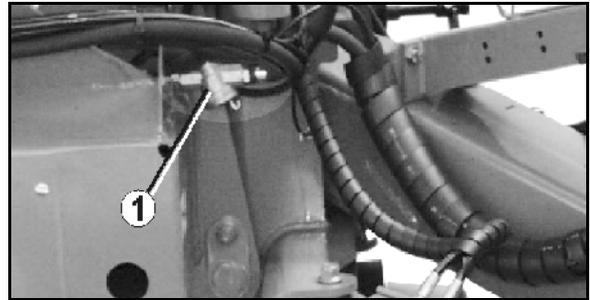

Fig. 91
1. Apretar la pieza de cierre (Fig. 91/1) por las dos lengüetas.
4. Apretar la pieza de cierre (Fig. 91/1) por las dos lengüetas.